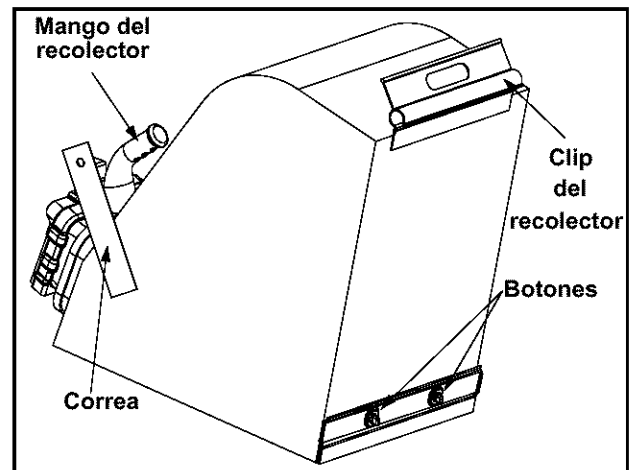

Figura 8
- Desenganchar las correas del recolector del manillar inferior y soltar el clip del recolector de la parte superior del manillar inferior. Ver la figura 8.
- Girar los dos botones en la parte trasera del recolector para abrirlo y vaciar el contenido. Ver la figura 8.